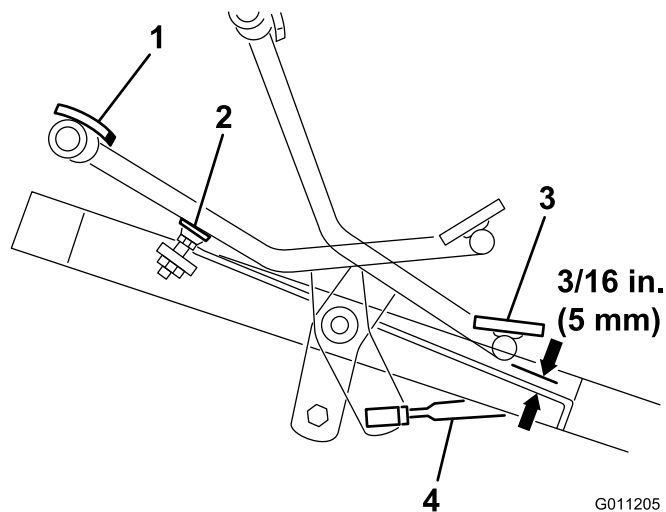

Bild 44
1. Drücken Sie das Fahrpedal ganz nach vorne durch, bis die Ventilschule im 5. Abschnitt vollständig herausgezogen ist. Dabei muss das Pedal den Pedalanschlag berühren (Bild 44).
2. Prüfen Sie die Entfernung zwischen der Unterseite des Pedals und dem Fußbrett, siehe Bild 44. Der Abstand sollte ungefähr 5 mm betragen. Sie müssen die Fahrstange einstellen, wenn der Abstand mehr oder weniger als 5 mm beträgt. Führen Sie folgende Schritte aus:
- A. Entfernen Sie die Klemmmutter und das Kugelgelenk, mit denen die Schaltstange (Bild 44) an der Fahrwellen-Schwenkplatte befestigt ist.